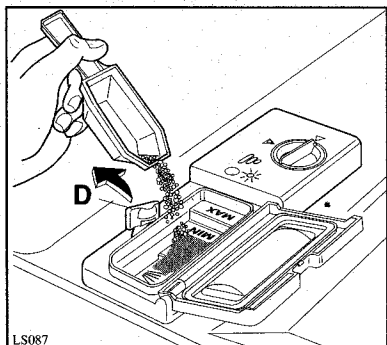

Abb. 7
Vor dem Beginn eines jeden Spülprogrammes, mit Ausnahme des Vorspülprogrammes, ist das Reinigungsmittel in die Einspülkammer einzufüllen. Sollte der Deckel des Behälters geschlossen sein, drücken Sie leicht den Verschußhebel (D) nach hinten (Abb. 7).